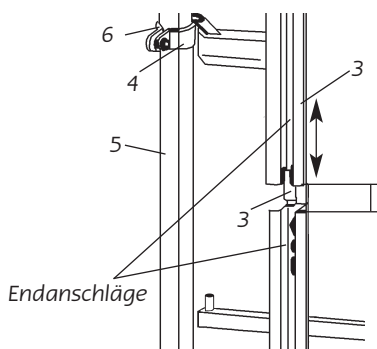
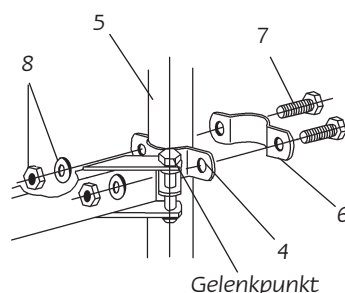

Abb.3 Einschwenkbare
Abb.4 Rohrschelle mit
Einschwenkbare Einstiegshilfe auf das Fallschutzschienenende voll aufsetzen, Fangstift (3) muss eingerastet sein (Abb.3). Rohrschellenhälften (4 und 6) trennen. Beide Gelenkpunkte (Abb.4) der gelagerten Rohrschellenhälften (4) gegen den Holmbügel (5) drücken. Rohrschellenhälften (4) so ausrichten, dass diese am oberen Anschlagpunkt anliegen (Abb. 2). Nun Rohrschellenhälften (6) in Position bringen und mit Schrauben (7), U-Scheiben und Muttern (8) leicht anschrauben. Die einschwenkbare Einstiegshilfe ist so auszurichten, dass die Anlagelassche (9) spannungsfrei am zweiten Holmbügel anliegt. Rohrschellen festschrauben (Anzugsmoment 30 Nm).